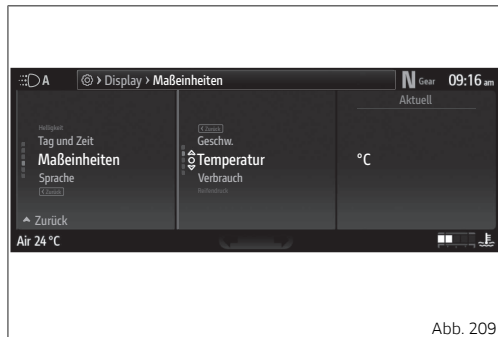

Abb. 209
- Die Angabe „Temperatur“ (Abb. 209 S.256) markieren, dann die Taste \circ drücken.